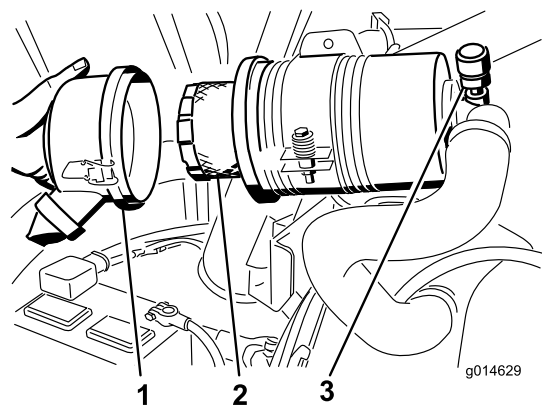

Figura 50
3. Retire e substitua o filtro (Figura 50).